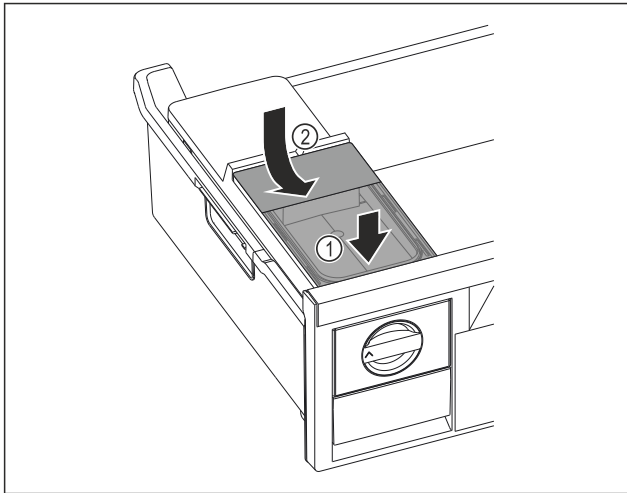

Fig. 110
- ▶ Помістити бак для води спереду. Fig. 110 (1)
- ▶ Опустити бак для води ззаду. Fig. 110 (2)